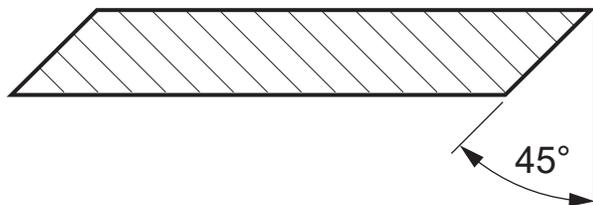

Figure 32 – Affûter les couteaux du rotor à un angle de 45°
5. Utilisez une meuleuse pour affûter le tranchant du couteau du rotor. Aiguissez le tranchant à un angle de 45 degrés. Consultez *Figure 32*.